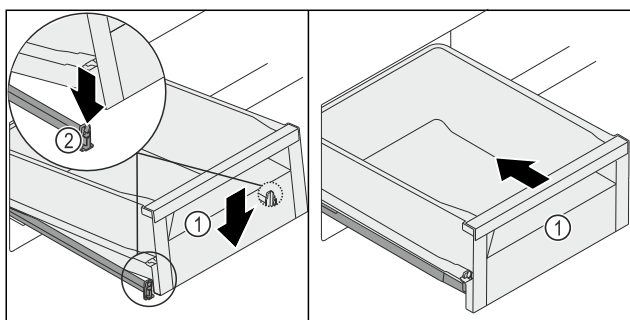

Fig. 120
- ▶ 降下前方抽屉 Fig. 120 (1)，使左右侧抽屉滑入夹子 Fig. 120 (2)。
- ▶ 听到抽屉 Fig. 120 (1) 的卡紧声。
- ▶ 推入抽屉 Fig. 120 (1)。